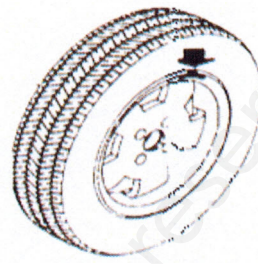

Fig. 10-9
3. Tournez lentement la roue. Quand toutes les LEDs du voyant de la position interne d'équilibrage s'allument (voir figure 5-1 (3)), si vous avez suivi la figure 7-6 pour entrer la taille de la jante, accrochez le poids à 12 heures à l'intérieur de la jante. Si vous suivez la figure 10-9 à gauche, collez le poids à 12 heures à l'intérieur de la jante.
4. Tournez lentement la roue. Quand toutes les LEDs du voyant de la position externe d'équilibrage s'allument (voir figure 5-1 (4)), collez le poids correspondant à 12 heures à l'extérieur de la jante (voir figure 10-9, à droite).